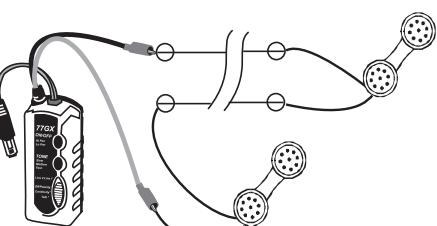

Abb. 2
1. Die Messleitungen in Serie an einem Telefonprüfgerät auf dem inaktiven Schaltkreis anschließen. Siehe Abbildung 2.